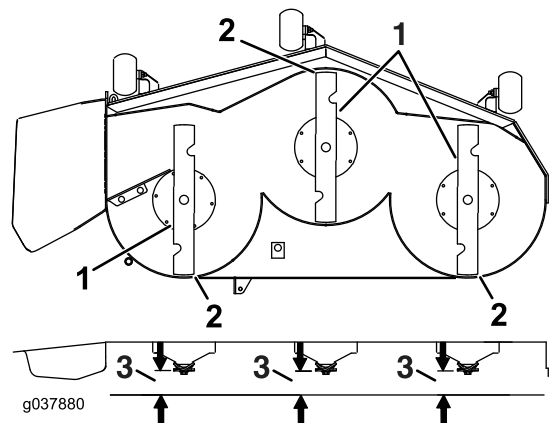

Figura 96
7. Compruebe el nivel longitudinal de la cuchilla (Figura 96). Asegúrese de que la punta de la cuchilla delantera está más abajo que la punta de la cuchilla trasera, como se muestra en Altura de bloque y soporte. Si se requieren ajustes, siga con este procedimiento.